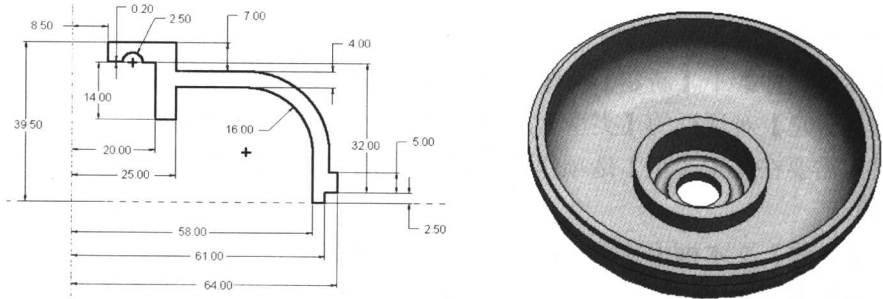

图 1-13 创建旋转特征
(3) 进入草绘环境中绘制草图，单击【草绘器工具】工具栏中的 按钮，设置深度(旋转角度)后，单击 按钮完成特征创建，如图 1-13 所示。